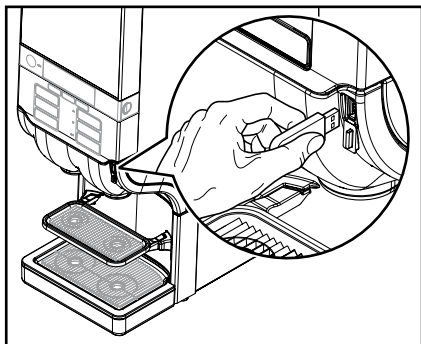

Fig. 34
- Indsæt den leverede USB-nøgle i USB-porten på kaffemaskinen (fig. 34).